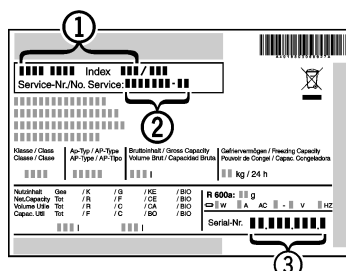

Fig. 6
- Leggere la denominazione dell'apparecchio Fig. 6 (1), il numero di assistenza Fig. 6 (2) e il numero FN Fig. 6 (3) dalla targhetta identificativa. La targhetta identificativa è situata all'interno dell'apparecchio, sul lato sinistro.
- Informare il servizio di assistenza e comunicare il difetto, la denominazione dell'apparecchio Fig. 6 (1), il numero di assistenza Fig. 6 (2) e il numero FN Fig. 6 (3).